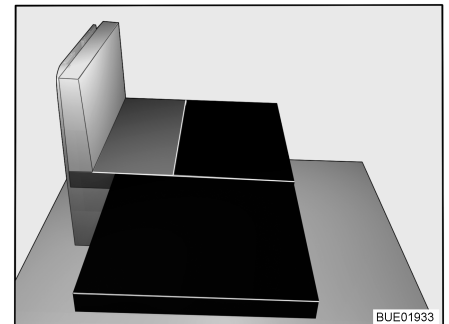

Fig. 38 Après la transformation
- Poser le grand coussin supplémentaire sur le support de coussin (voir Fig. 38).